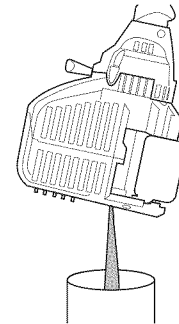

Fig. 13
3. Incline la unidad verticalmente para verter el aceite del orificio de llenado en un recipiente (Fig. 13). Dele suficiente tiempo para que drene completamente.